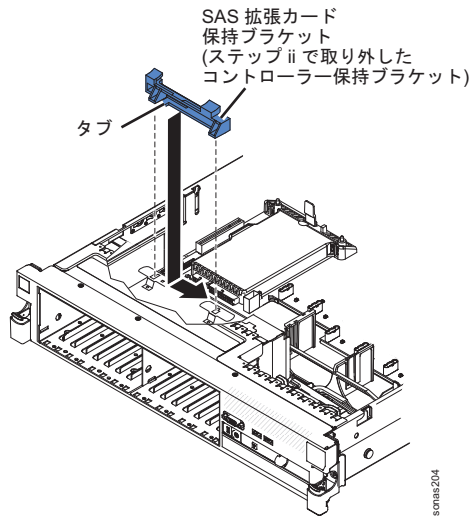

図 26. コントローラー保持ブラケットの取り付け
- 3) ステップ ii で取り外したコントローラー保持ブラケットを取り付けます。そのためには、保持ブラケットのコントローラー・スロットを位置合わせして、ブラケット・タブをシャーシの穴に取り付け、カチッと音がして所定の位置に収まるまでブラケットを左側にスライドさせます。125 ページの図 26 を参照。